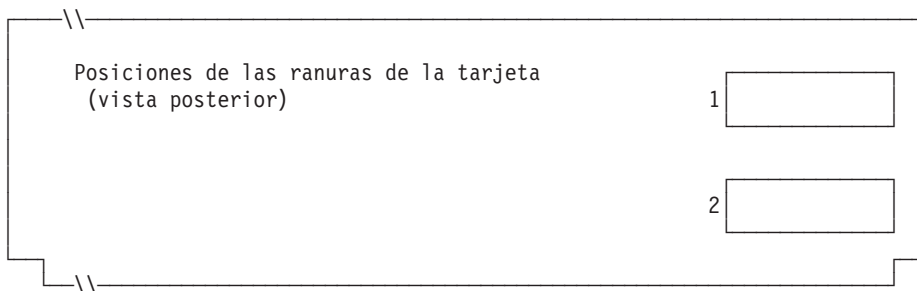

Figura 104. Parte posterior del Controlador/Terminal IBM 4694-2x6
4. En la Figura 104 marque con una X cada ranura de tarjeta que tenga instalado un Adaptador Asíncrono Dual **para que lo utilicen las aplicaciones de terminal**. No ponga ninguna X si la tarjeta va a ser utilizada por aplicaciones distintas a las de terminal.